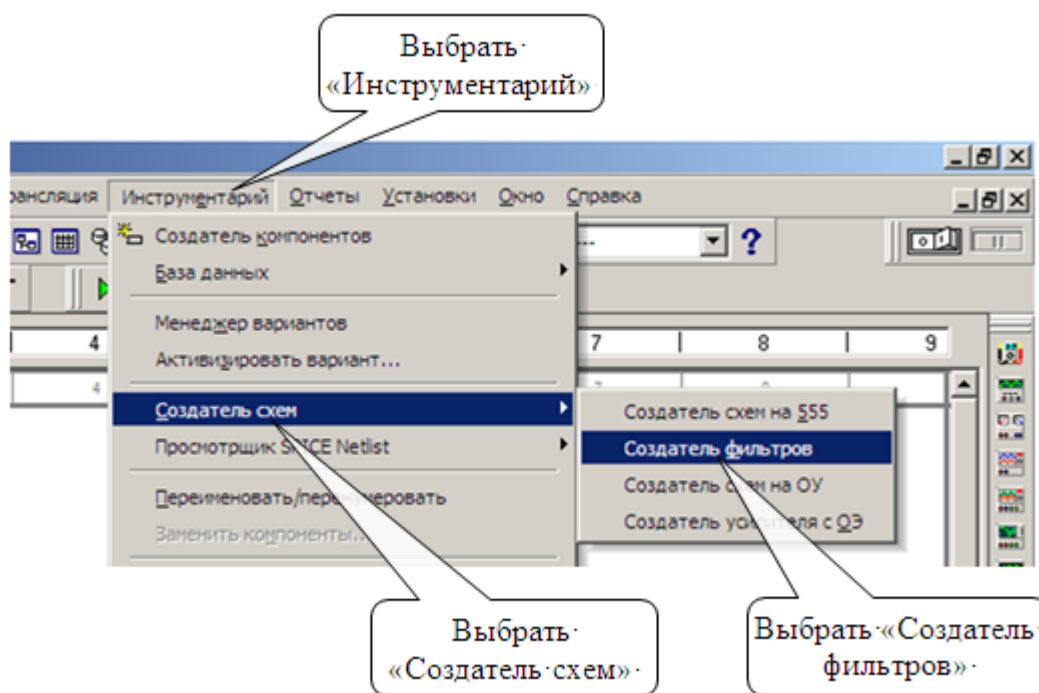

Рис. 10. Вызов диалогового окна «Создатель фильтров»
– выбрать в главном меню, как показано на рис. 10, «Инструменты» → «Создатель схем» → «Создатель фильтров» (Tools → Circuit Wizards → Filter Wizard);